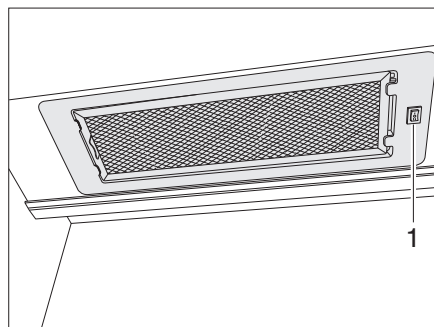

Bild 130 Spisfläkt
- Koppla till och från spisfläkten med brytaren (Bild 130,1).